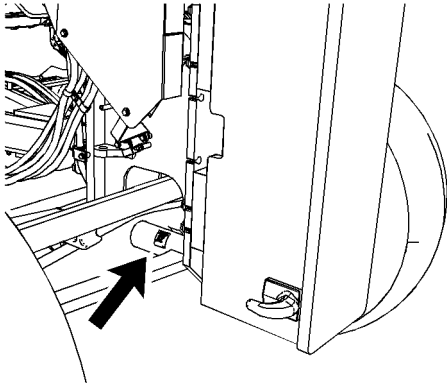

Ilustración 135
7. Instale cuatro cables de amarre en la parte delantera de la máquina. El tubo del eje delantero se usa como el punto de amarre delantero. Los amarres están identificados con una etiqueta que muestra una posición de amarre. Consulte la ilustración 135.